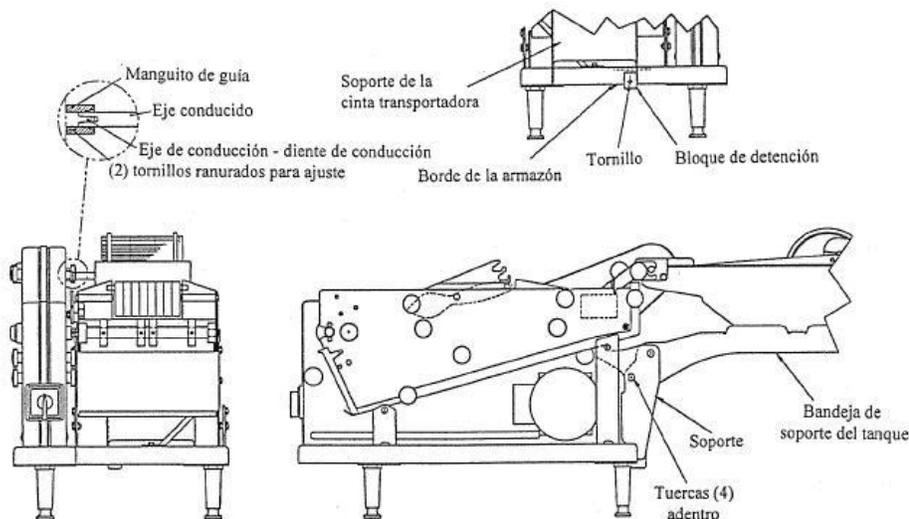

Figura 15 - Ajustes del Soporte del Tanque de la Empastadora
1. Afloje el manguito de guía, retirando los dos (2) tornillos ranurados que lo sostienen en su posición sobre el eje de conducción.
3. Inspeccione la alineación de la junta mientras el diente de rueda está en posición vertical (**Estudie la Figura 15**). Si los ejes están alineados, el manguito de guía se deberá poder deslizar libremente sobre la junta.